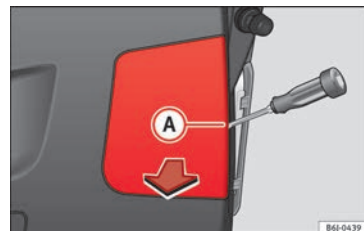

Fig. 200 Luci sul portellone.
- Rimuovere la copertura con un cacciavite dalla punta piatta collocato nella scanalatura indicata **A** » **fig. 200**.